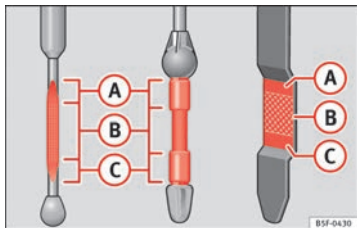

Abb. 159 Ölmesstab
- Den Messstab anschließend wieder herausziehen und den Ölstand ablesen ⇒ Abb. 159. Füllen Sie gegebenenfalls Motoröl nach.